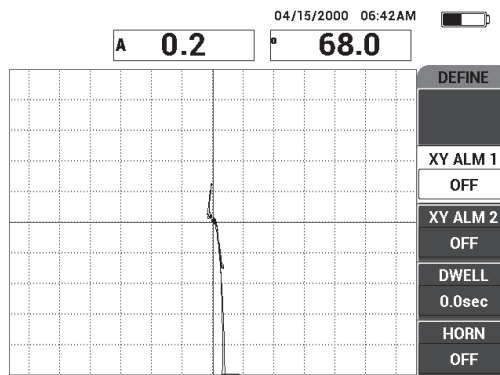

Figura 6-32 La scansione su una zona con perdita di adesione e una zona riparata
6. Scansionare lentamente su una zona con perdita di adesione e su una zona riparata. in seguito premere il tasto FREEZE (FREEZE \star) [vedere Figura 6-32 a pagina 159].